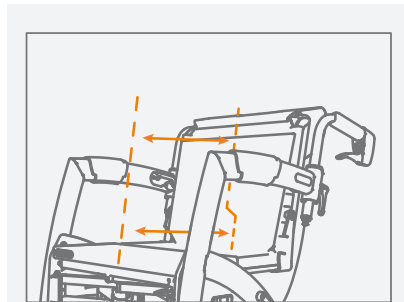

Abbildung 53: Die unteren beiden Einstellgurte sind gelockert.
- d. Meistens werden die unteren Gurte lockerer eingestellt sein als die oberen beiden Gurte (**Abbildung 53**). Befestigen Sie den Klettverschluss so, dass das Becken des Nutzers richtig aufgerichtet ist und die Rückenlehne den Rücken gut stützt.